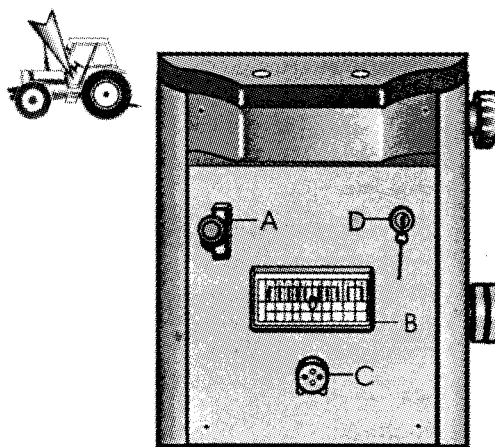

Рис. 4 – 4 Контрольно – коммутационная панель
2. Пусковой включатель зажигания D предназначен для контроля аппаратной цепи и цепи запуска и его управления показано в Рис. 4 – 5.